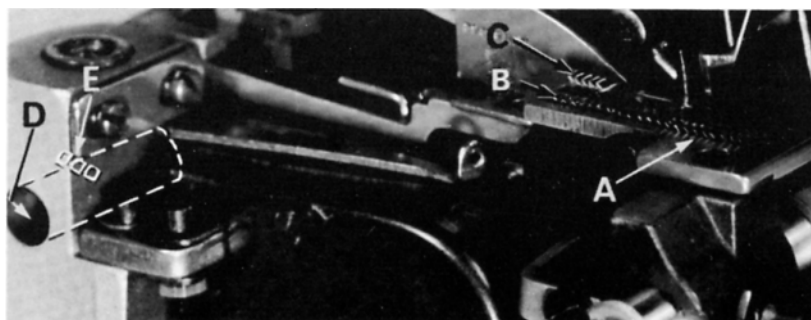

FIG. 9
Set the main and the chaining feed dogs (A and B, fig. 9) so that the top surfaces of teeth all lay in the same place. This can be checked by laying a rule on the feed dog teeth. After mounting throat plate, feed dogs should be leveled with throat plate surface by rotating feed tilting adjusting pin (C, Fig. 9). This pin raises or lowers the back end of feed bar. The feed dogs must be aligned when their teeth just appear above the throat plate surface.
Screw (D, Fig. 9) locks the feed tilting adjusting pin.
Coloque el transportador principal y el transportador diferencial (A y B, Fig. 9) en tal manera para que las puntas de los dientes estén en un nivel. Esto se puede revisar colocando una regla. Después de montar la plancha de la aguja se ajusta el nivel del transportador principal girando el pasador (C, Fig. 9) para el ajuste de la inclinación del transportador. Con este pasador se levanta o se baja la parte trasera del soporte del transportador. El transportador tiene que ser ajustado en el momento cuando los dientes sobresalen la plancha de la aguja.
Con el tornillo (D, Fig. 9) se fija el pasador del ajuste del transportador.
If it becomes necessary to move looper thread pull-off (AF) be sure to take up all end play in needle drive shaft before tightening. If upper looper is located so that it is higher over throat plate than recommended in (Fig. 9) the purl will tend to form near top edge. If upper looper is too low, the purl will form nearer the bottom edge.
Si hace falta un ajuste del alimentador (AF), hay que tomar en consideración que no haya juego en el eje del accionamiento del movimiento de la aguja antes de apretar el tornillo de fijación otra vez. Si el looper superior tiene una distancia mayor a la plancha de la aguja que recomendada en la (Fig. 9), la unión de los hilos se encuentra encima del borde de la tela. Si la posición del looper superior es demasiado bajo, la unión se encuentra en la parte inferior del borde de la tela.